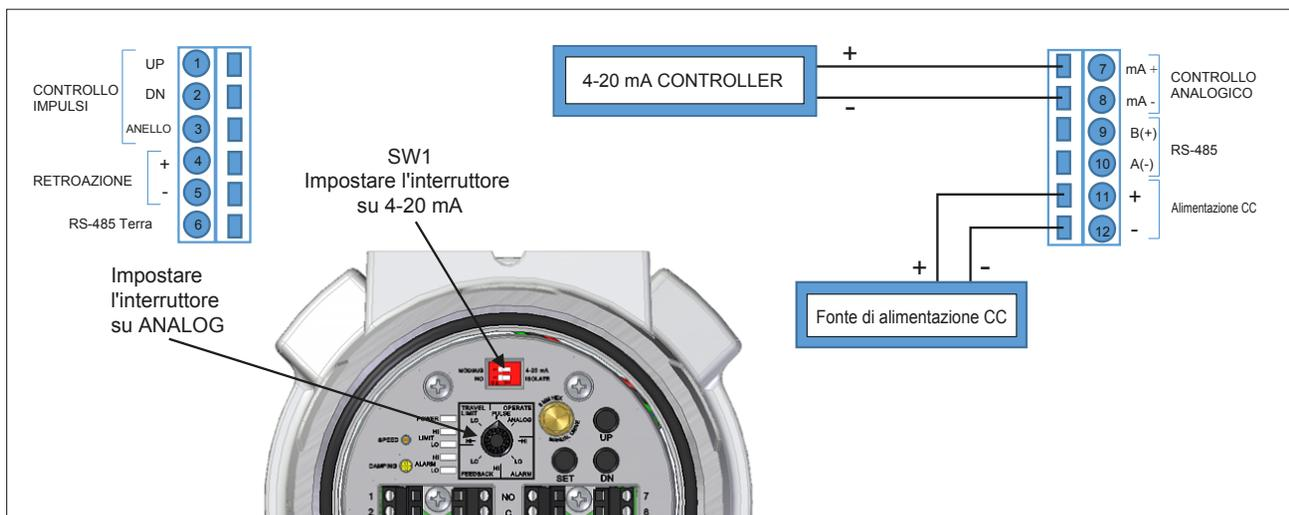

Figura 5 Controllo analogico 4-20 mA
- 2.1 Collegare una sorgente di segnale 4-20mA ai morsetti di ingresso del controllo analogico. (Vedi figura 5)